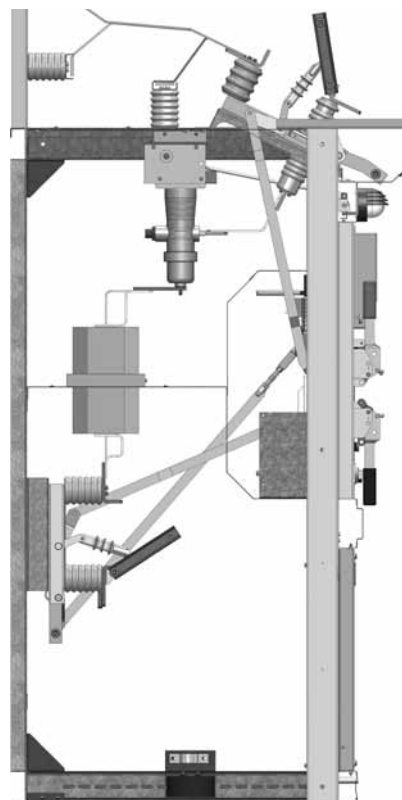

Рисунок 2.2. Общий вид камеры КСО-298
5.2. В состав камеры (рисунок 2.2) входит вакуумный выключатель ВВ/ТЕЛ, выпускаемый предприятием Таврида Электрик. Достоинствами данного выключателя являются: высокий механический ресурс, малое потребление электроэнергии по цепям включения и отключения, малые габариты и вес. Предусмотрена кнопка аварийного ручного отключения выключателя.